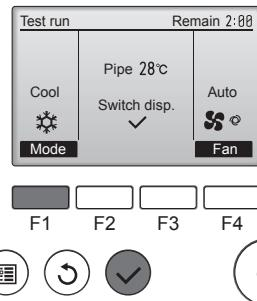

Fig. 7-5
- ① Prima o botão **F1** para ir para os modos de funcionamento pela ordem "Cool" (Frio) e "Heat" (Calor). (Fig. 7-5)
- ② Prima o botão **⊗** e abra o ecrã de ajuste da palheta.